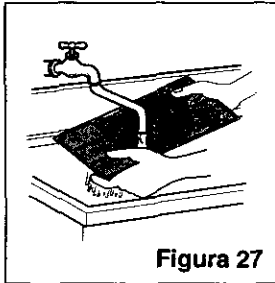

Figura 27
- Lave el filtro del aire en agua tibia a. Asegúrese de eliminar toda el agua sacudiendo el filtro antes de volver a ponerlo en su posición. (Figura 27)